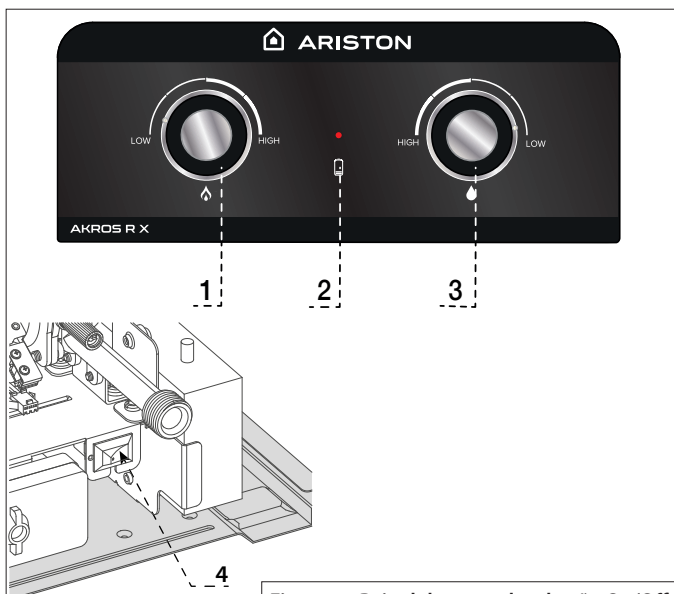

Figura 1 - Painel de controlo e botão On/Off
- Ligar: pressione o botão power on/off (ver Figura 1 – Painel de controlo e botão On/Off - no.: 4)
- Desligar: pressione o botão On/Off (ver Figura 1 – Painel de controlo e botão On/Off - no.: 4)
O botão de gás (ver Figura 1 – Painel de controlo e botão On/Off - no.: 1) ajusta a potência máxima do queimador. A rotação no sentido do relógio aumentará a potência máxima do queimador, se a rotação no sentido anti-relógio diminuir a potência máxima do aparelho.
O botão de água (ver Figura 1 – Painel de controlo e botão On/Off - no.: 2) ajusta o fluxo de água máximo permitido para passar pelo aparelho. Se girar no sentido do relógio irá reduzir o fluxo máximo de água no aparelho. Se girar no sentido contrário do relógio aumentará o fluxo máximo de água no aparelho
(ver Figura 1 – Painel de controlo e botão On/Off - no.: 2).